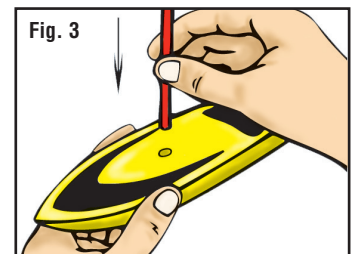

Fig. 3
- MAST:** Insert Mast into hole on deck (Fig. 3). If Mast seems loose, secure with a drop of glue.
- MÂT :** Insérer le mât dans le trou sur le pont (Fig. 3). Si le mât semble desserré, fixer avec une goutte de colle.